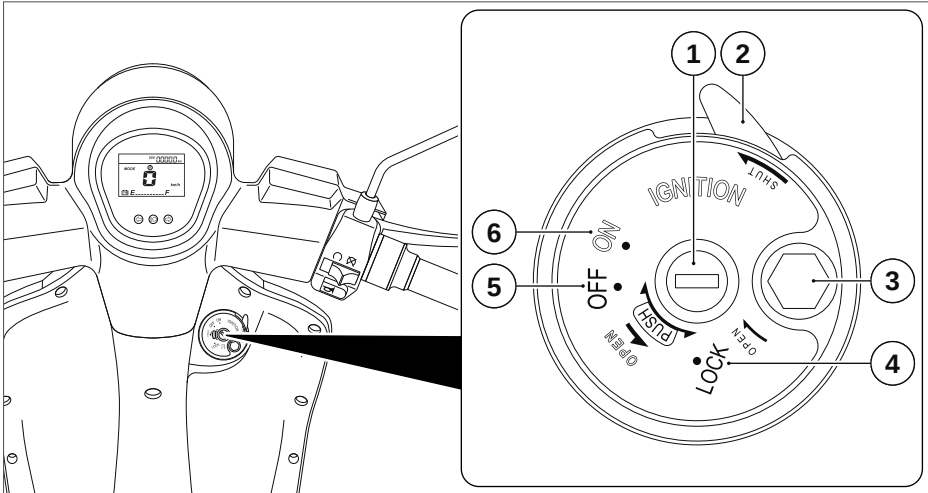

Abb. 6 Zündschloss (Beispieldarstellung)
2. Verschlusshebel Zündschloss in Pfeilrichtung drücken, um das Zündschloss zu verriegeln. → „Abb. 6 Zündschloss (Beispieldarstellung)“ auf Seite 29.